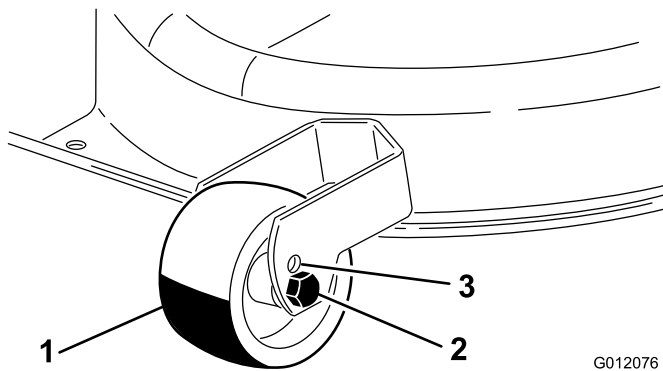

Bild 10
- Wenn Sie die Schnitthöheneinstellung 1 oder 2 verwenden möchten, setzen Sie die Mähwerkräder in das oberste (höchste) Loch in den Radhalterungen (Bild 10).
- Wenn Sie die Schnitthöheneinstellung 3 oder 7 verwenden möchten, setzen Sie die Räder in die unteren (niedrigsten) Löcher in der Radhalterung; siehe Bild 10.